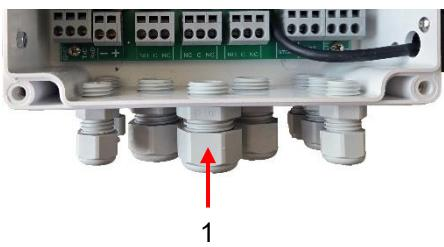

Figura 14
4. Desaperte o alívio de tensão do passa-fios (1) (porca de capa) (veja a figura 14).
6. Aperte a porca de capa do passa-fios (1) para estabelecer o alívio de tensão.